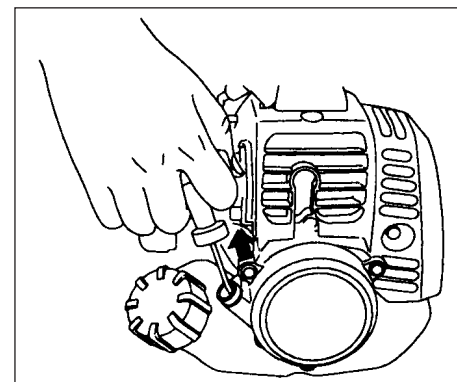

Fig. 2-3B
4. Trekk raskt i rekylstarteren, mens man passer på å holde et grep om håndtaket og ikke tillater det å slå tilbake. (fig. 2-3B)